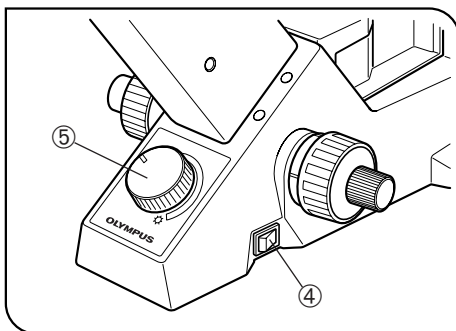

Fig. 2
10. Rode sempre o botão de comando da intensidade da luz 5 com cuidado. Não tente rodar para além da posição de paragem. (fig. 2)